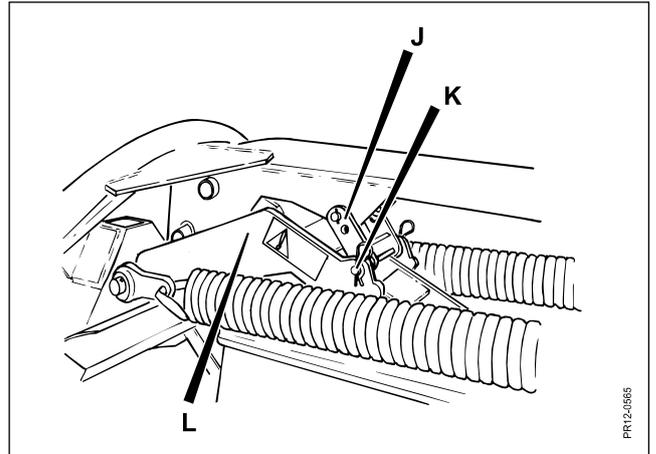

Fig. 3-26
**Fig. 3-26** Die Transportverriegelung **J** sitzt oben auf dem Oberlenker. Mit der Maschine gehoben wird die Verriegelung mit dem Zapfen **K** in die Löcher oben auf dem Zentralparallelarm **L** befestigt und mit Splinten in beiden Seiten gesichert.